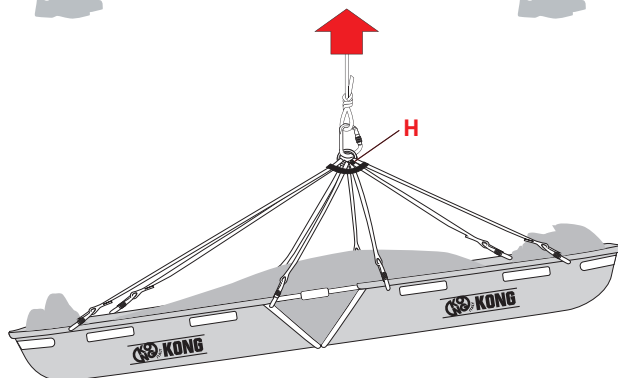

Fig.3
- 1:10 = carico d'uso: 150 kg per sollevamento con dispositivi di salvataggio mediante sospendita (H) - (fig. 3).
- 1:14 = carico d'uso: 100 kg per sollevamento/calata e trasporto con elicotteri mediante sospendita (H) - (fig. 3).